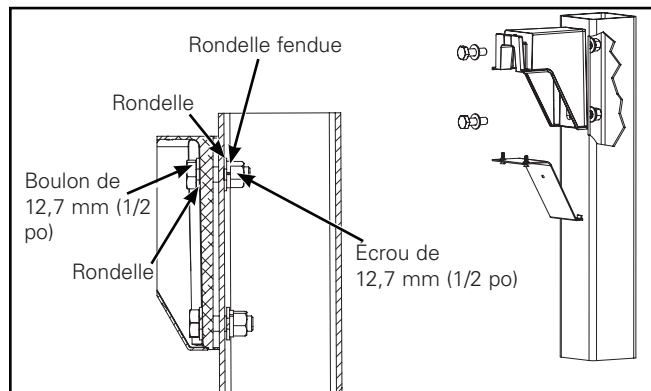

Figure 2.
2. Montez le bras sur le poteau rond ou carré en utilisant les boulons et les écrous fournis de 1,27 x 4,45 cm (1/2 x 1 3/4 po), comme illustré. Serrez les boulons à un couple de 55 Nm (40 pi-lb) (Figure 2).